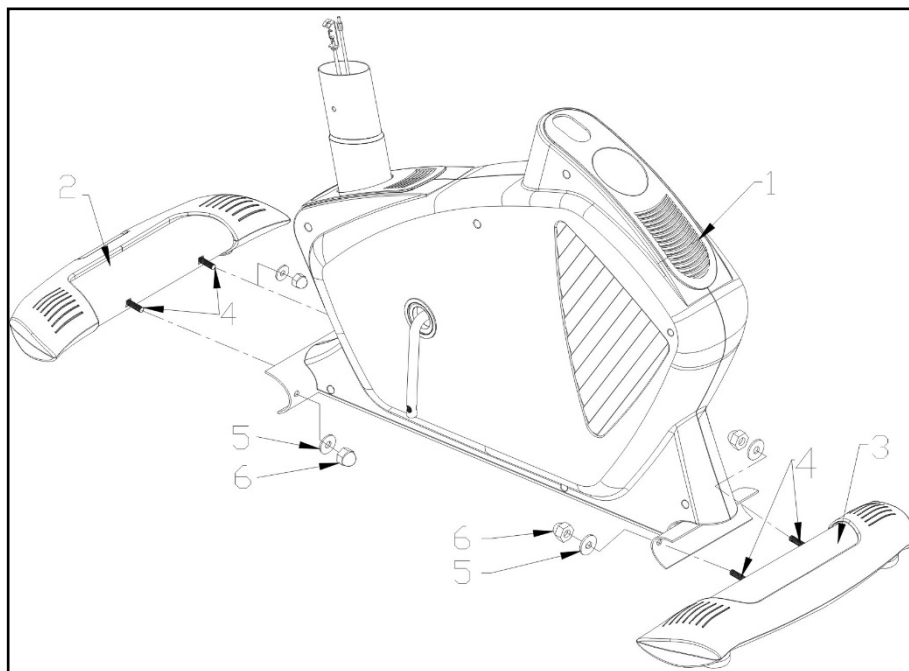

Рис. 3
Возьмитесь за вынос руля (8) и подсоедините клеммы кабеля обратной связи (9) и (10), Рис.3. Снимите натяжной трос (11) с выноса руля (8) и подсоедините его к нижней опоре натяжения (12), как показано на рис.3.